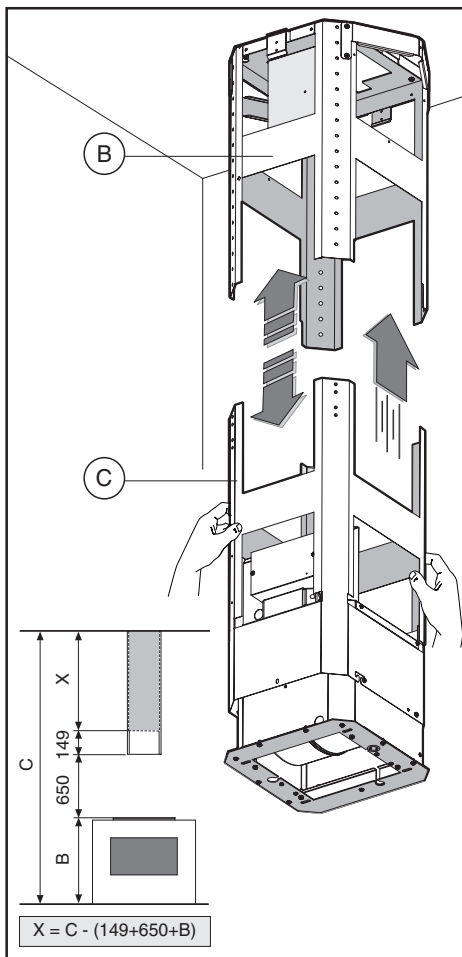
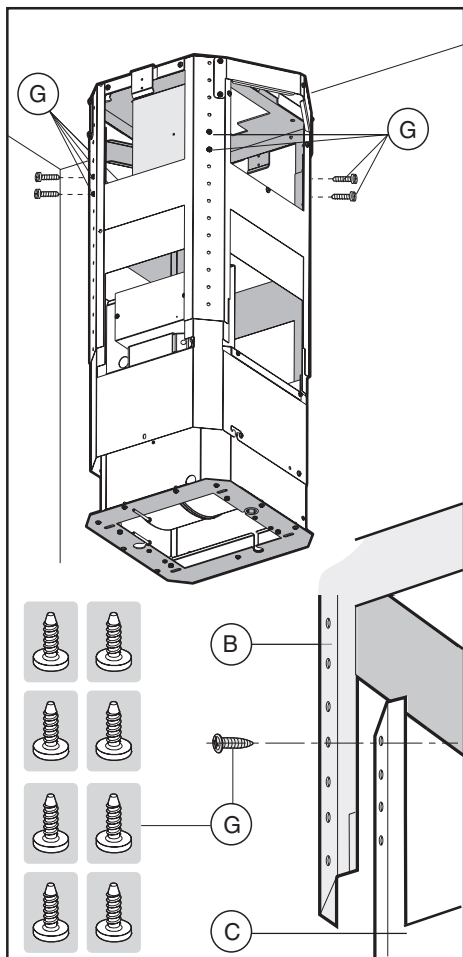

Fig.6
Fig.7
- Prendere la parte inferiore della struttura telescopica **C** ed inserirla su quella superiore **B** (fig.6).
Per evitare graffi al camino superiore occorre prima regolare l'altezza desiderata facendo riferimento alle quote indicate in (fig.6) e bloccarla mediante le 8 viti **G** in dotazione (fig.7).